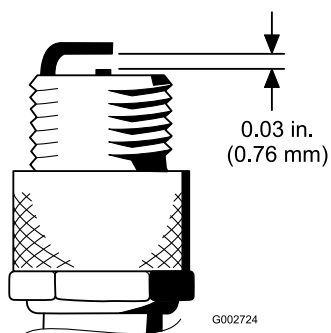

Bild 29
4. Stellen Sie den Elektrodenabstand zwischen der mittleren und der Seitenelektrode auf 0,76 mm ein (Bild 29). Setzen Sie eine Zündkerze mit korrektem Elektrodenabstand und der Dichtung ein und ziehen sie mit 23 N·m an. Wenn Sie keinen Drehmomentschlüssel benutzen, ziehen Sie die Kerze fest an.